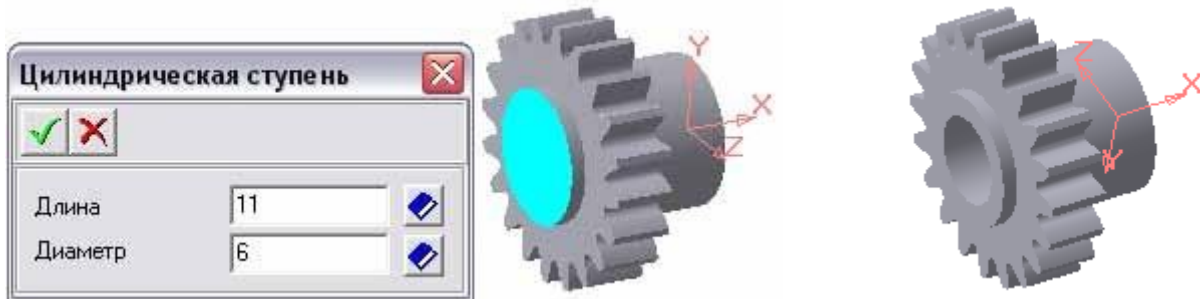

Рисунок 6.26 – Вирізання отвору для валу
15. І останнє, необхідно вирізати отвір для валу. Виберіть команду **Внутрішня циліндрична сходи́нка**, вкажіть торцеву площину маточини, задайте параметри отвору, завершіть побудову (рис. 6.26).